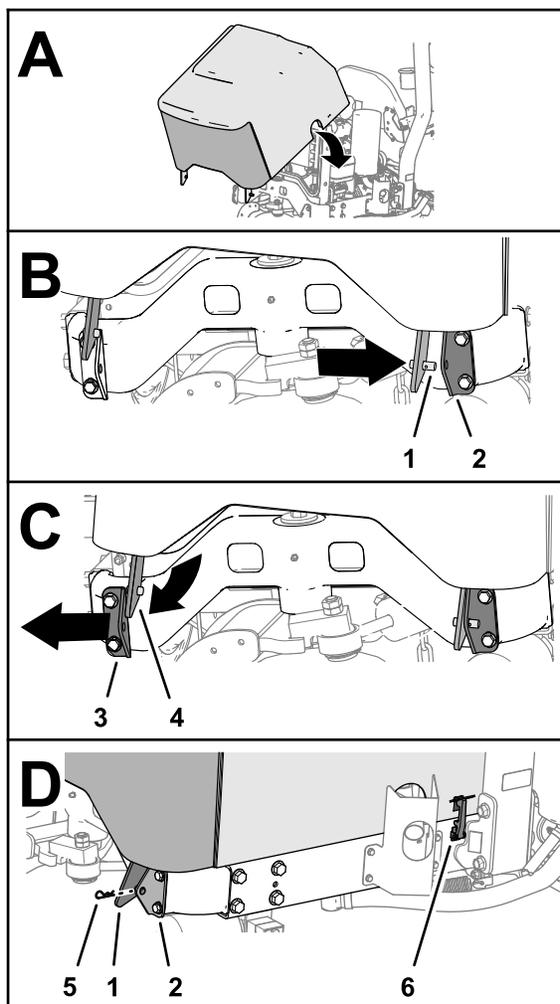

Figura 61
1. Alinhe o capot por cima do motor (Figura 61).
2. Insira o pino do suporte da articulação do capot direita no orifício no suporte do capot direito e mova o capot para a direita (Figura 61).
3. Alinhe o pino do suporte da articulação do capot esquerda com o orifício no suporte do capot esquerdo e mova o capot para a esquerda (Figura 61).
4. Instale o perno de gancho no pino no suporte da articulação do capot direito (Figura 61).
5. Prenda o capot com os dois trincos (Figura 61).